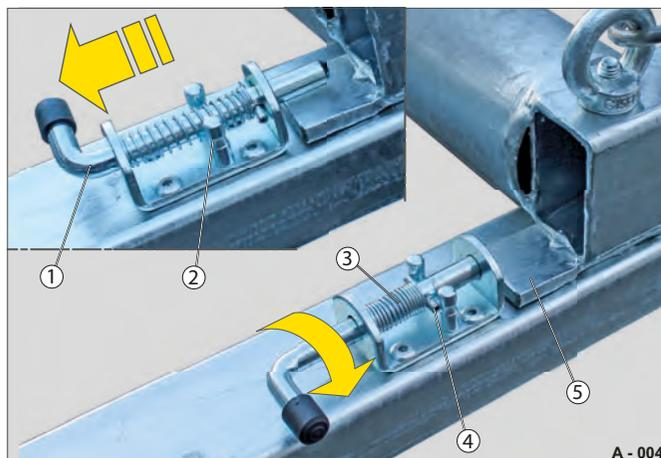

Fig. 22 Déverrouillage de la targette
► Tirez sur la targette (Fig. 22 /1) pour contrer la force du ressort de pression (Fig. 22 /2).
► Dans le même temps, tournez-la de 90° et bloquez les goupilles de sécurité (Fig. 22 /4) derrière les tiges d'arrêt (Fig. 22 /2).
La languette du cadre de freinage est (Fig. 22 /5) libérée.